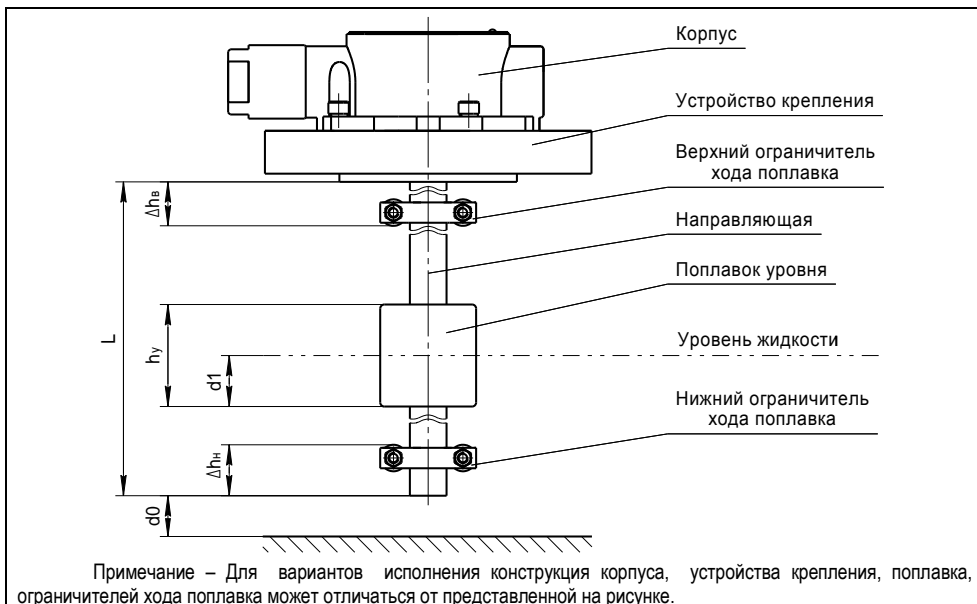

Рисунок 1
1.2.2 Длина направляющей L преобразователя (см. рисунок 1) определяется заказом в пределах:
Величина нижней неизмеряемой зоны  $\Delta h_n$  определяет положение нижнего ограничителя хода поплавка (см. рисунок 1). При выпуске из производства она устанавливается минимальной, равной 15 мм.
Величина верхней неизмеряемой зоны  $\Delta h_b$  определяет положение верхнего ограничителя хода поплавков (см. рисунок 1). При выпуске из производства по умолчанию она устанавливается равной минимальному значению  $\Delta h_{b\min}$ :
а) Основной вариант (исполнение по умолчанию, см. рисунок 1) изготавливается с длиной направляющей от 100 до 6000 мм со всеми типами устройств крепления. Имеет нижнюю неизмеряемую зону  $\Delta h_n$  не менее 15 мм, верхнюю  $\Delta h_v$  не менее: